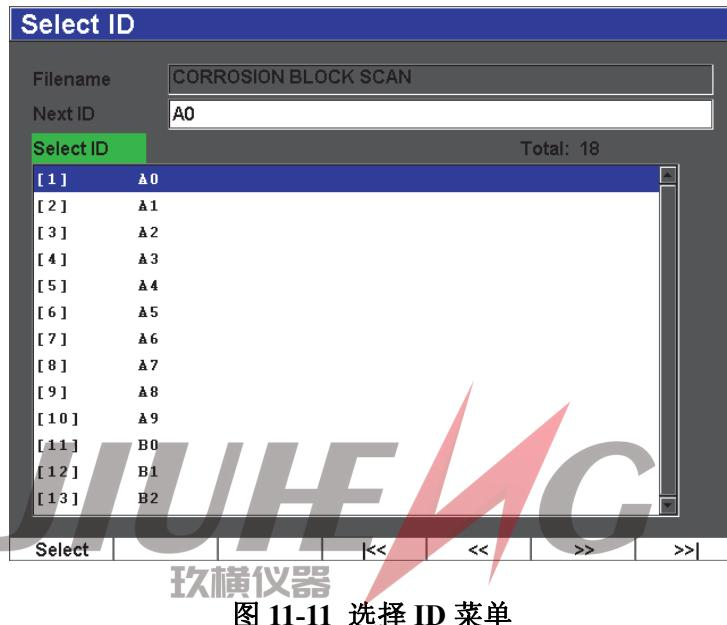

图 11-11 选择 ID 菜单
- 要从当前打开文件中的全部 ID 码列表中选择一个 ID，需选择 **File** (文件) > **Select ID** (选择 ID) (参见第 215 页的图 11-11)。